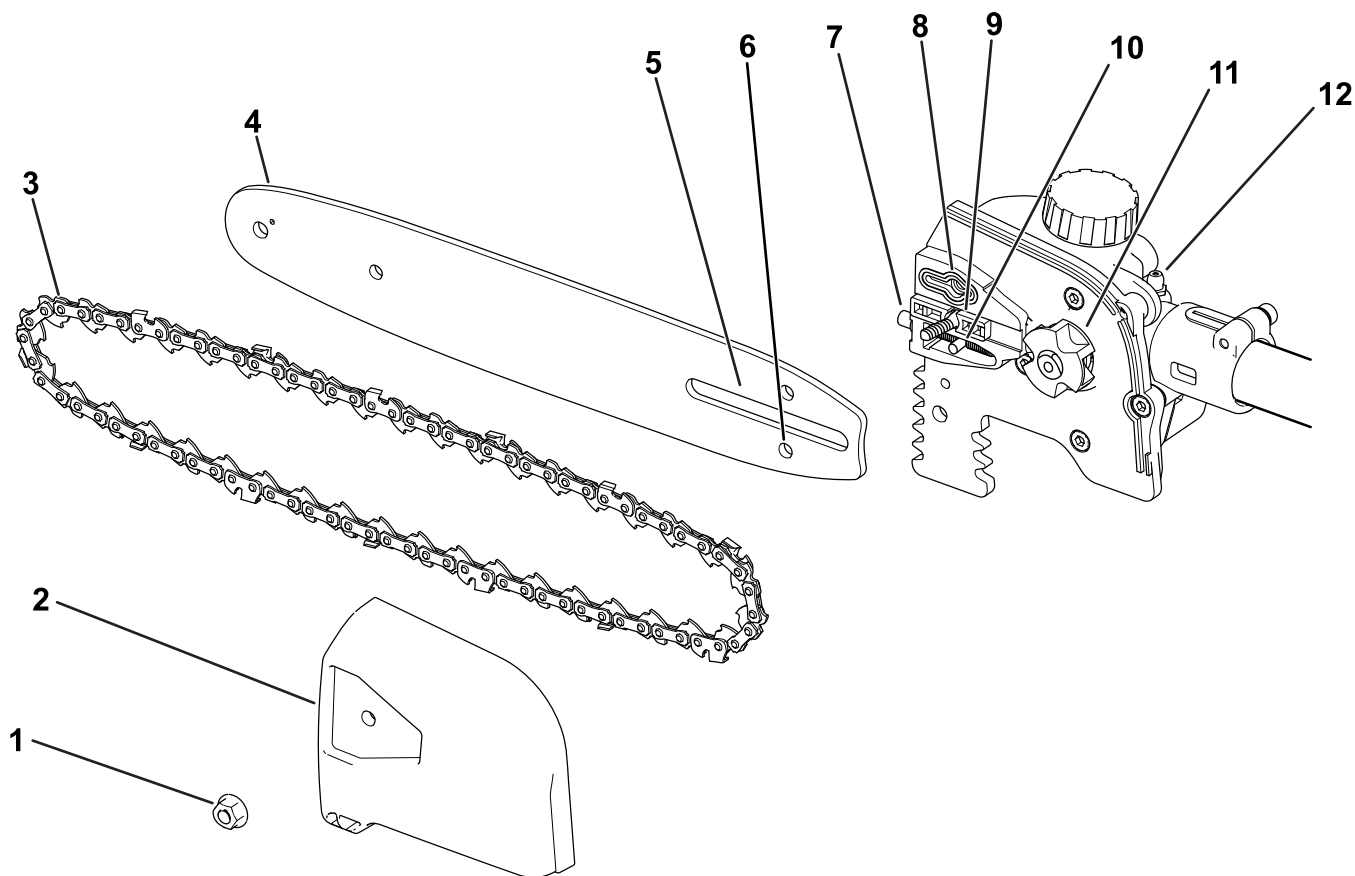

Figure 3
2. Déposez le couvercle latéral; tournez la vis de l'étui du guide-chaîne dans le sens antihoraire jusqu'à ce que la vis puisse être retirée, puis déposez le couvercle latéral (Figure 3).
5. Placez la boucle ouverte de la chaîne (le côté qui n'est pas sur le guide) autour du pignon d'entraînement de l'élagueuse (Figure 3).
Important: Vérifiez que le goujon de réglage de la chaîne est bien inséré dans la fente correspondante sur le guide-chaîne (**Figure 3**).